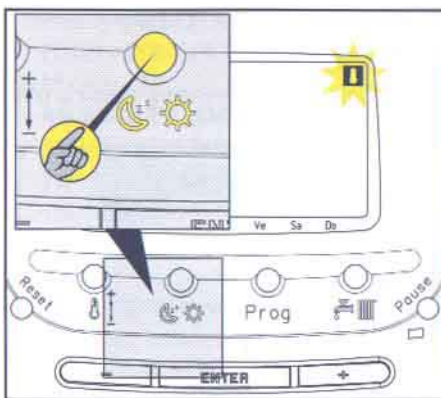

Рисунок 13
- Индикатор  помигает в течение 2 секунд, подтвердив новую конфигурацию ХРОНОТЕРМОСТАТ OFF (выключен) (рис. 13).
- Индикатор  помигает в течение 2 секунд, подтвердив новую конфигурацию ТЕРМОСТАТ ТЕМПЕРАТУРЫ В ПОМЕЩЕНИИ OFF (выключен) (рис. 13).